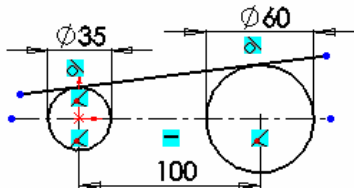

图 3-31 添加几何关系后的草图
⑪ 添加几何关系。选择直线和圆弧 2，重复步骤 10，为它们也添加“相切”的几何关系，生成草图如图 3-31 所示。